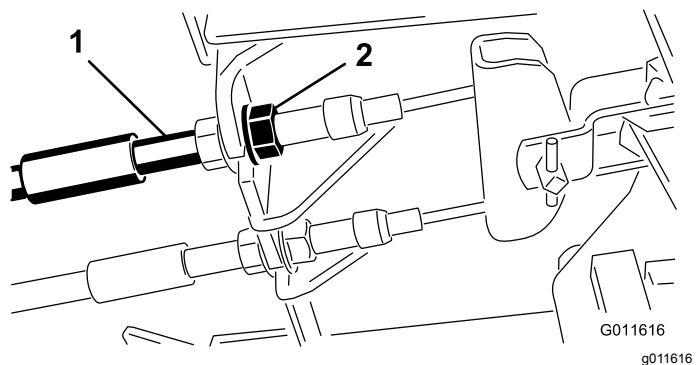

Figura 45
1. Per ridurre il gioco dei pedali del freno, stringete i freni allentando il dado anteriore sull'estremità filettata del cavo del freno (Figura 45).